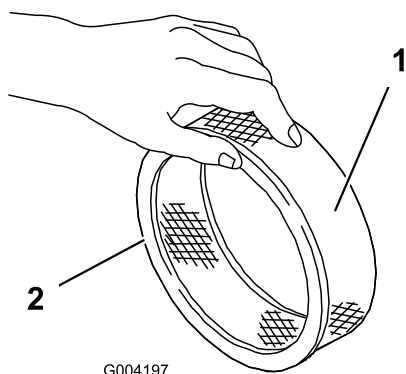

Figura 157
5. Controllate che il filtro in carta non sia strappato, che non abbia strati untuosi e che la guarnizione in gomma non sia danneggiata (Figura 157).